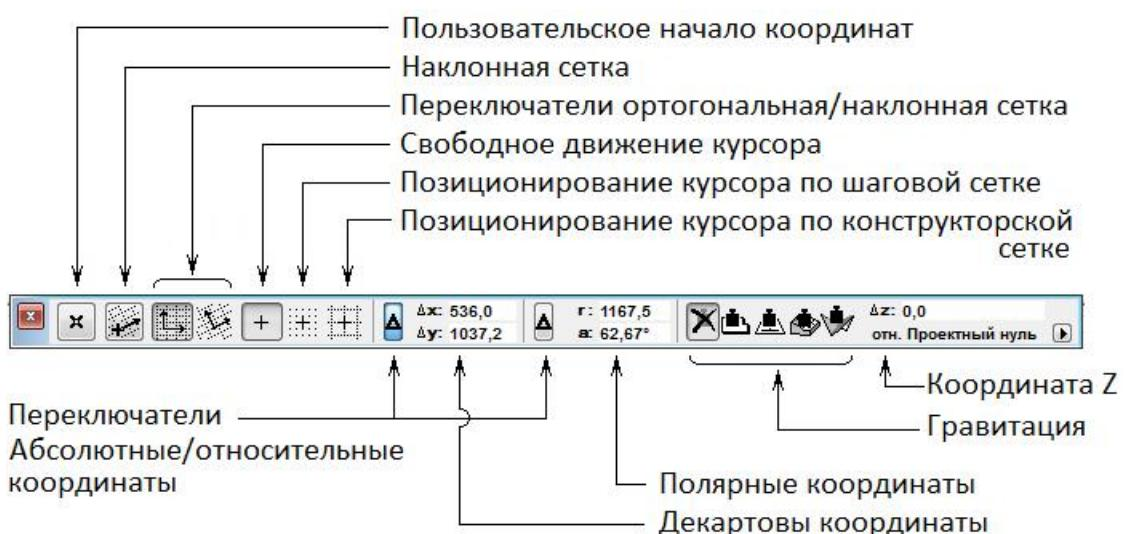

Рисунок 18 - Координатное табло
- *Координатное табло* для управления вводом координат с клавиатуры, а также оперативного управления координатными сетками (рисунок 18).
Первую узловую точку удобно разместить в начале *Пользовательской* системы координат, для обозначения которой существует специальная кнопка в виде жирного креста на *Координатном табло* (рисунок 18).